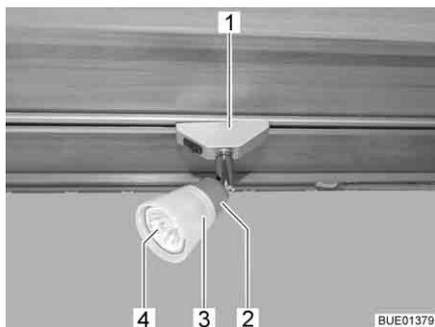

Fig. 238 Faretto alogeno (mobile)
- Ruotare il faretto alogeno (Fig. 238,1) di 90° e toglierlo dalla rotaia.
- Svitare il paralume (Fig. 238,3) in senso antiorario.
- Sfilare con attenzione il paralume con lampada alogena a incandescenza (Fig. 238,4) dal supporto (Fig. 238,2).